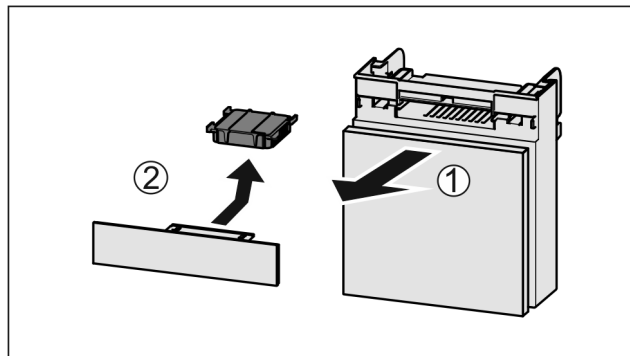

Fig. 141
- Estrarre il vano tirando in avanti Fig. 141 (1).
- Rimuovere il filtro a carboni attivi Fig. 141 (2).